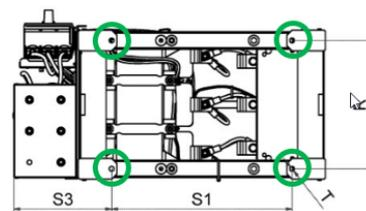
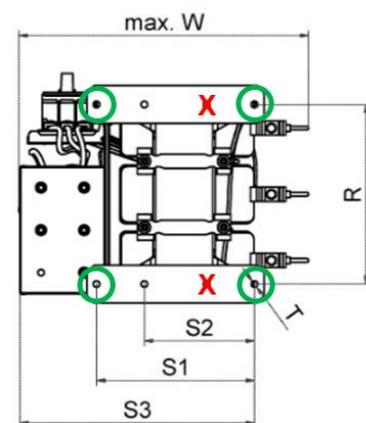

Figure 24 Points de fixation pour les filtres FN 3470, FN 3472, FN 3480 et FN 3482
Figure 25 Points de fixation privilégiés (verts) et interdits (rouges) pour les filtres FN 3471, FN 3473, FN 3481 et FN 3483
Les points de fixation préférés ont une distance S1 entre les vis côté bornes et les vis côté condensateurs, comme indiqué dans Figure 25.
**Avertissement : Dans tous les cas, l'utilisation de deux vis de fixation côté bornes (côté droit sur Figure 24, Figure 25 et Figure 26) est obligatoire. Il est interdit d'appliquer une distance plus courte que S2 entre les points de fixation ainsi que d'utiliser moins de 4 vis de fixation ; il pourrait en résulter un endommagement du produit et des blessures graves.**